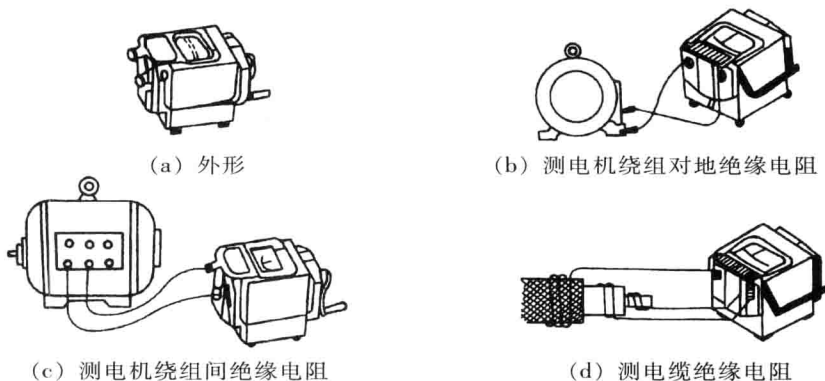

图 1-11 兆欧表的接线
(1) 测量照明及动力线路对地绝缘电阻的接线,如图 1-11(a)所示,线路接线桩接导线,接地接线桩接大地。
(2) 测量电动机绝缘电阻的接线,如图 1-11(b)、1-11(c)所示。测量绕组对地绝缘电阻时,线路接线桩接绕组,接地接线桩接电动机外壳。测量绕组间的绝缘电阻时,线路接线桩与接地接线桩分别接两只绕组的头或尾。
(3) 测量电缆绝缘电阻的接线,如图 1-11(d)所示,线路接线桩接导体,接地接线桩接电缆绝缘外壳,屏蔽接线桩接电缆金属屏蔽层。